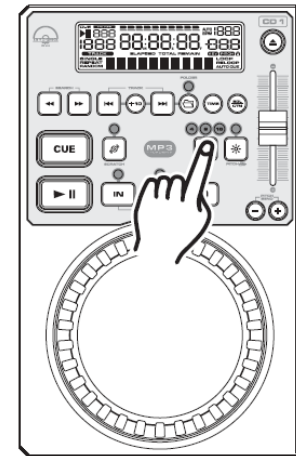

Bild 26
Um die verschiedenen Bereiche einzustellen, drücken Sie den *Pitch An/Aus Button* (6) und drücken Sie auf den *Pitch Range Button* (7), bis Ihr gewünschter Wert eingestellt ist, siehe *Bild 26*.